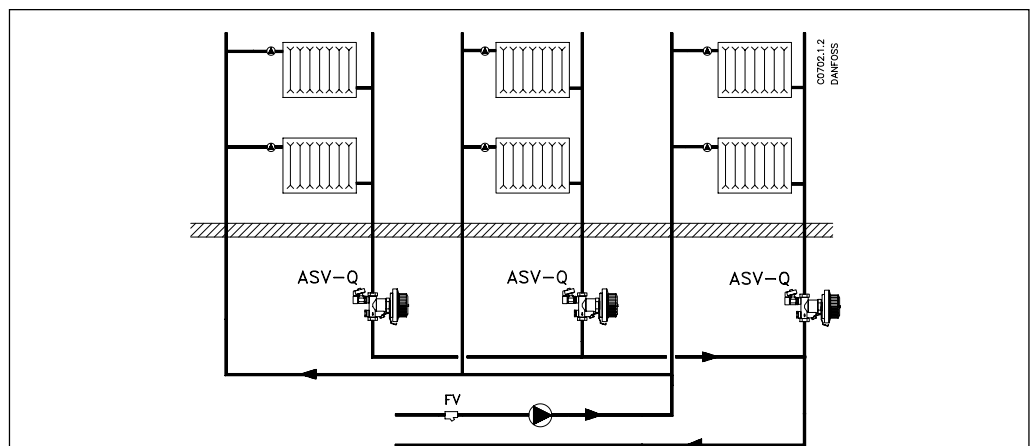

Fig. 1a. Limitación de caudal (ASV-Q), sistema de 2 tuberías
- Puede instalarse en todos los sistemas de calefacción y Aire Acondicionado, tanto antiguos como nuevos (figs. 1a y 1b).